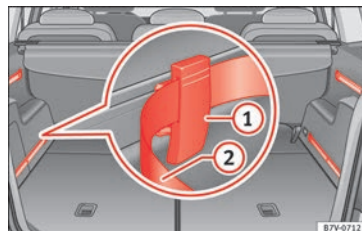

Fig. 169 Dans le coffre à bagages : système avec rails, éléments de fixation réglables (1) et ceinture dotée d'un rétracteur réglable (2).
- Placez un élément de fixation avec les roues vers le haut » **fig. 169** (1) sur la partie supérieure du guide et appuyez vers le bas.